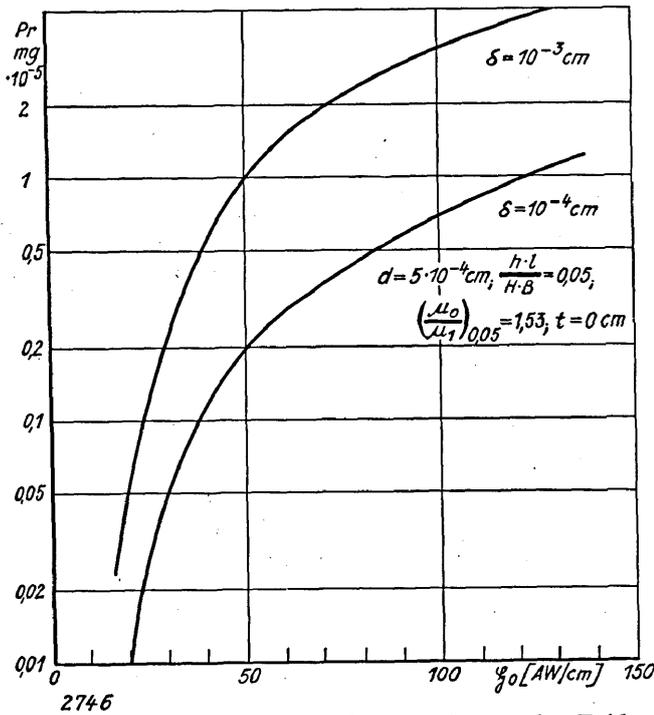

Abb. 4. Die Richtkraft in Abhängigkeit von der Feldstärke. Zeichnung: Reichs-Röntgenstelle
a) Einfluß der Feldstärke: Abb. 4 zeigt, daß die Richtkraft mit wachsender Feldstärke stetig und angenähert quadratisch zunimmt. Die nach Gleichung 1 zu erwartende rein quadratische Abhängigkeit wird dadurch gestört, daß in die Gleichung eingehende Verhältnis  $\mu_0/\mu_1$  seinerseits von der Feldstärke abhängig ist.